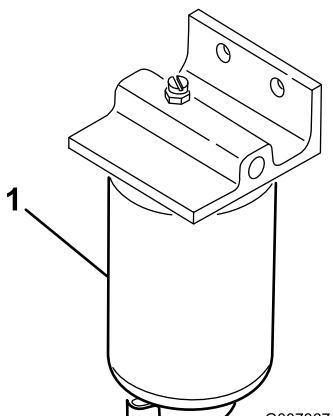

図 27
2. 燃料フィルタの下に燃料を受ける容器をおく**図 27**。
3. 燃料フィルタについているドレンプラグを開き、内部にたまっている異物を流し出す**図 27**。終了したらプラグを締める。